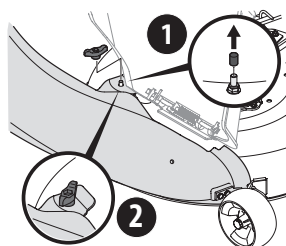

Figura 20
- Fije el codo del canal de descarga en la plataforma de corte usando una perilla de aletas (720-04122) del paquete de herrajes 689-01419. Ver inserto en la Figura 20.
NOTA: Si está presente, quite la tapa protectora del perno de montaje de la plataforma de corte, como se muestra en el inserto superior de Figura 20.